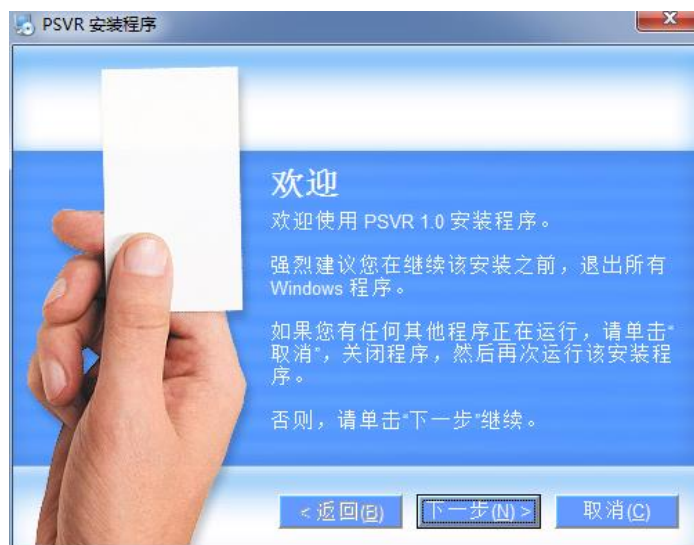

图 3-1 开始安装软件
1. 运行软件安装程序 PSVR_V1.0 Setup.exe，按提示完成安装，如图 3-1~3-5。